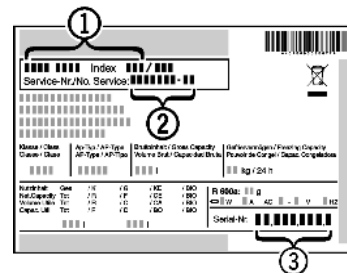

Fig. 15
- ▶ Denominación del aparato Fig. 15 (1), nº del servicio técnico Fig. 15 (2) y nº de serie Fig. 15 (3) en la placa de identificación. La placa de identificación se encuentra en la parte interior izquierda del aparato.
- ▶ Informe al servicio postventa e indique el fallo, la denominación del aparato Fig. 15 (1), el nº del servicio técnico Fig. 15 (2) y el nº de serie Fig. 15 (3).